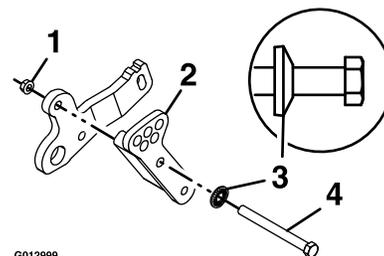

Figure 5
- B. Fixez le support d'actionneur au bras de levage de tablier arrière à l'aide d'une vis (7/16 x 4-1/2 po), une rondelle élastique (7/16 po) et un écrou Whiz-lock (7/16 po), comme montré à la Figure 5. Serrez à la main contre le support.